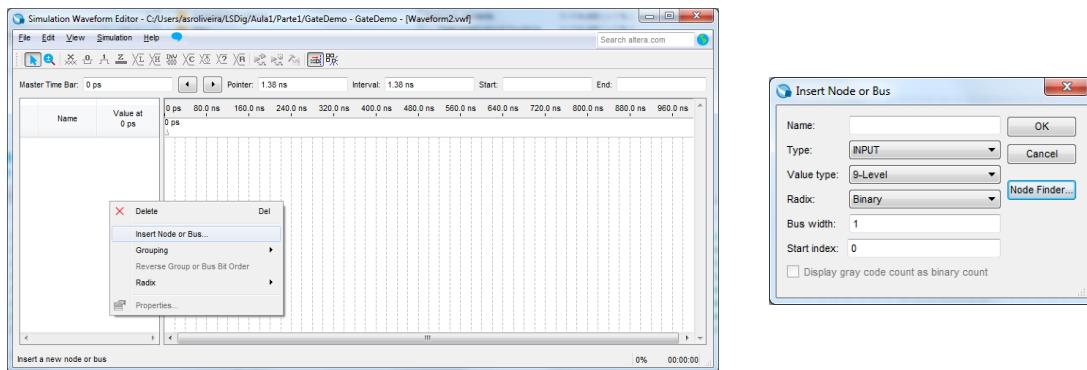

Figura 17 – Janela do simulador antes da especificação dos sinais de entrada e de saída a usar na simulação.
**10.** Após preenir “OK” a janela seguinte deverá abrir, onde deverão ser indicados os sinais a usar na simulação (Figura 17).